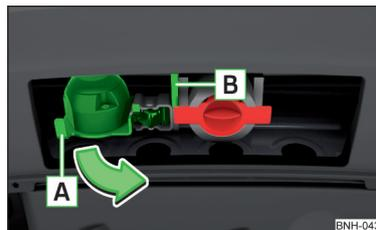

Fig. 140
- Saisissez la prise 13 broches au niveau de la manette **A** et sortez-la dans le sens de la flèche » fig. 140.